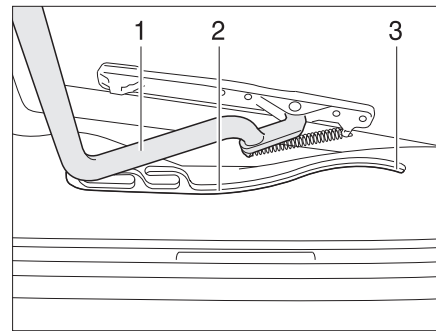

Fig. 82 Oblò Heki, guida
- Tirare la staffa (Fig. 82,1) nelle guide (Fig. 82,2) fino alla posizione più all'indietro (Fig. 82,3).
- Spingere la staffa (Fig. 82,1) leggermente verso l'alto con ambedue le mani.
- Tirare la staffa nelle guide (Fig. 82,2) fino alla posizione desiderata.